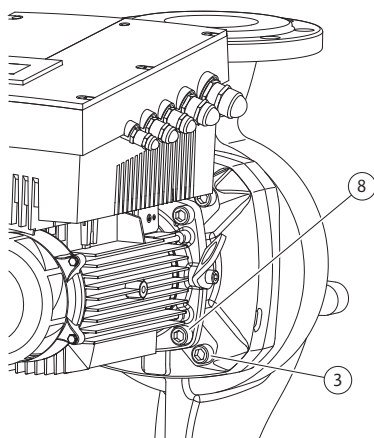

Fig.47: Fixarea opțională a ansamblului motor cu rotor hidraulic
11. Desfaceți și îndepărtați șuruburile (Fig. 7, Poz. 3). În funcție de tipul pompei se vor îndepărta șuruburile exterioare (Fig. 47, Poz. 3). După îndepărtarea șuruburilor, ansamblul motor cu rotor hidraulic (vezi Fig. 13) rămâne în poziție sigură în carcasa motorului, nu există niciun pericol de basculare chiar și atunci când arborii motorului se află în poziție orizontală.
16. În funcție de tipul de pompă desfaceți șuruburile (Fig. 7, Poz. 10) sau alternativ șuruburile (Fig. 47, Poz. 8).
22. Împingeți cu grijă grupul suspendat peste arbore și poziționați-l în poziția inițială sau într-o altă poziție dorită în raport cu flanșa motorului. Totodată țineți cont de pozițiile admise de montaj ale componentelor (a se vedea capitolul 7.1 „Poziții de montaj admise și modificarea dispunerii componentelor înainte de instalare” la pagina 19). Fixați grupul suspendat cu șuruburile (Fig. 7, Poz. 10) sau – în funcție de tipul de pompă/grup suspendat (Fig. 47) – cu șuruburile (Fig. 47, Poz. 8) pe flanșa motorului.